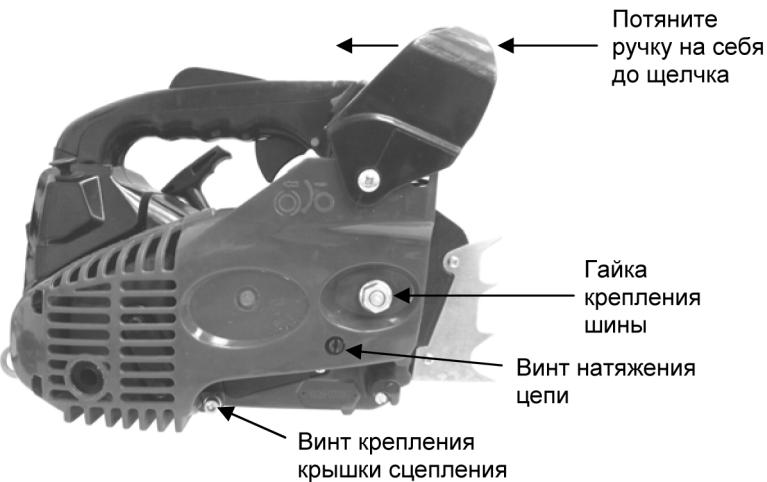

Рис. 3
- Перед установкой шины и цепи убедитесь, что инерционный тормоз цепи разблокирован. Для этого потяните ручку инерционного тормоза на себя (рис. 3).
шины (рис. 3). Шестигранным ключом (входит в комплект) открутите винт крепления крышки сцепления и снимите крышку сцепления.
3. Крутите винт натяжения цепи, расположенный на крышке сцепления (рис. 3), против часовой стрелки до тех пор, пока палец натяжения цепи не встанет в крайнее левое положение.